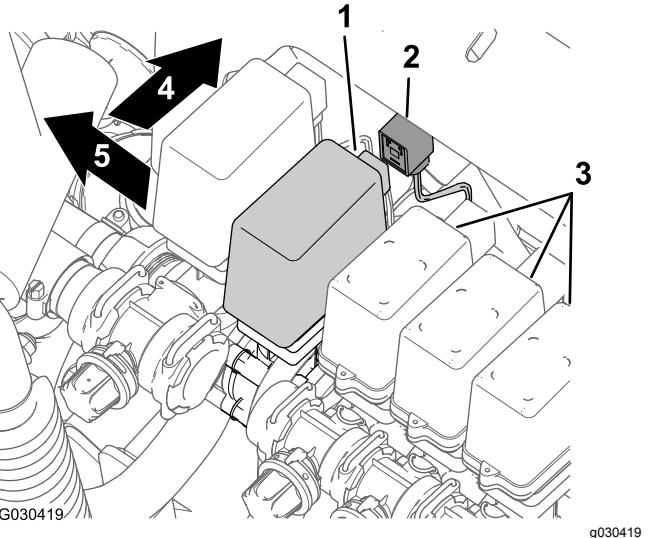

**Bild 11**
1. Suchen Sie an der Rückseite des Schaummarkiererbehälters den Kabelbaum am Kompressor (Bild 11).
2. Ziehen Sie den 4-Stift-Stecker des Kompressorkabelbaums vom 4-Buchsen-Stecker des hinteren Kabelbaums der Maschine ab (Bild 11).